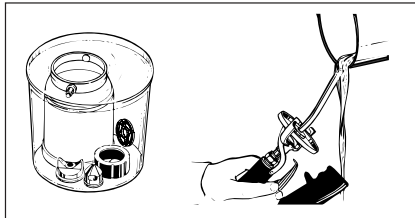

Fig. 16 - Nettoyage des pièces du pistolet pulvérisateur
3. Placer les pièces et la tasse pour peinture dans un seau ou autre récipient convenable. Faire tremper les pièces dans un solvant ou dans un mélange de savon et eau pour la peinture latex (Voir Figure 16).
Pour nettoyer le pistolet, rincer un solvant convenable travers du tuyau de matériel jusqu'à ce que la solution s'éclaircie. Répéter la procédure au bout de la buse du pistolet (Voir Figure 16).